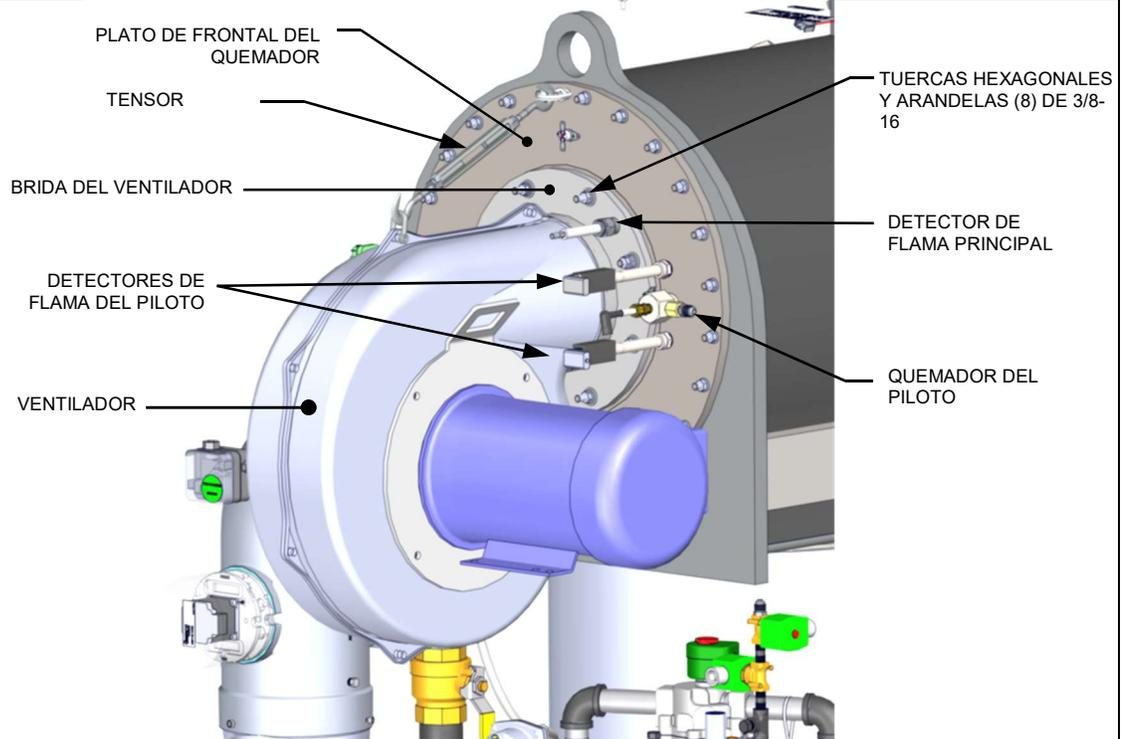
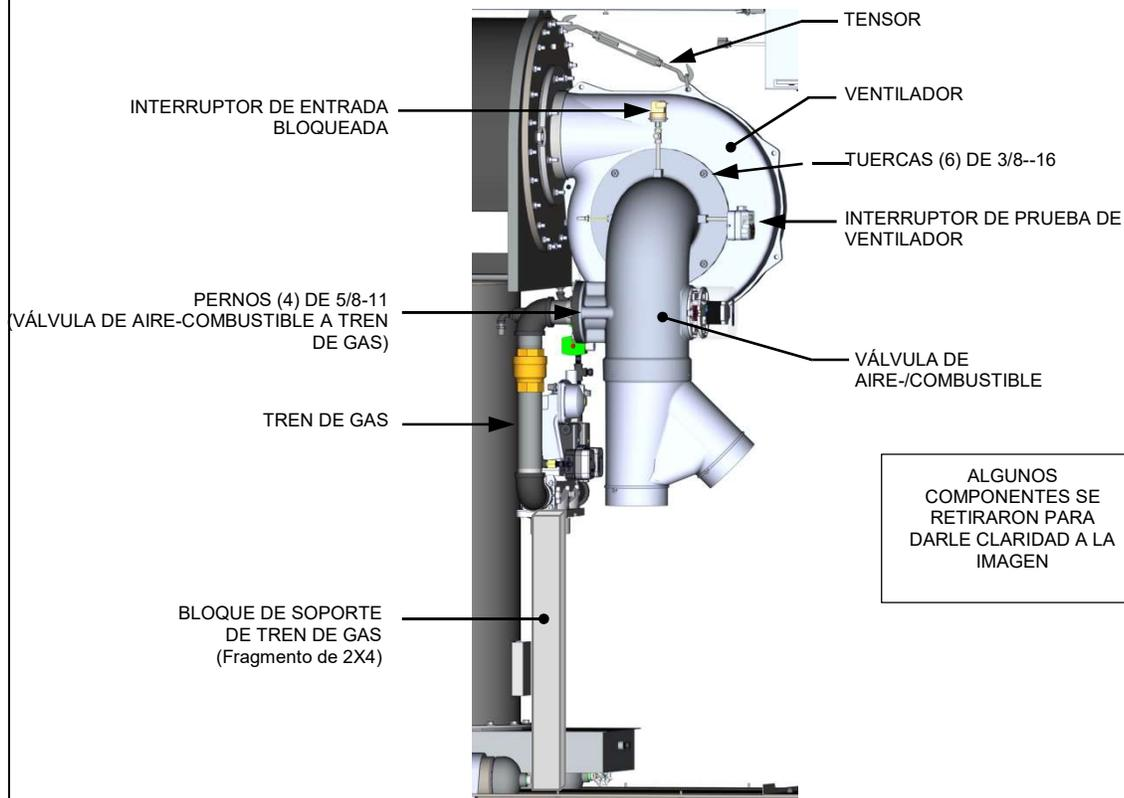

Figura 4-5a: Detalles del montaje del ensamblado del quemador - Vista frontal derecha
Figura 4-5b: Detalles del montaje de ensamblado del quemador - Vista frontal izquierda
6. Retire los sensores del Piloto y los puertos de observación del Plato del Quemador (Figura 4-5a, más adelante).
11. Retire el tensor del soporte del ventilador (Figura 4-5a o Figura 4-5b).
14. Desconecte los cables del interruptor de la Comprobación del Ventilador y de Entrada Bloqueada (Figura 4-5b).
16. Coloque un bloque de soporte de algún material que resulte adecuado (un fragmento de 2X4 cortado a la medida) debajo del tren de gas (ver Figura 4-5b), y después retire los cuatro pernos y arandelas de 5/8-11 que conectan el tren de gas a la válvula de Aire-Combustible.
18. Afloje y retire las ocho (8) tuercas hexagonales y arandelas de 3/8" de la Brida del Ventilador, donde está sujeto el Plato Frontal del Quemador (ver Figura 4-5a).